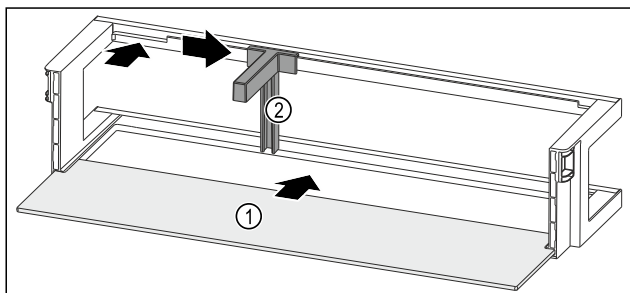

Fig. 165 Ajtópolc tárolólappal
- Tolja be a tárolólapot Fig. 165 (1) az oldalsó bemarásokba.
- Helyezze be a palacktartót Fig. 165 (2) a mélyedésbe.
- Tolja oldalra a kívánt pozícióba a palacktartót Fig. 165 (2).